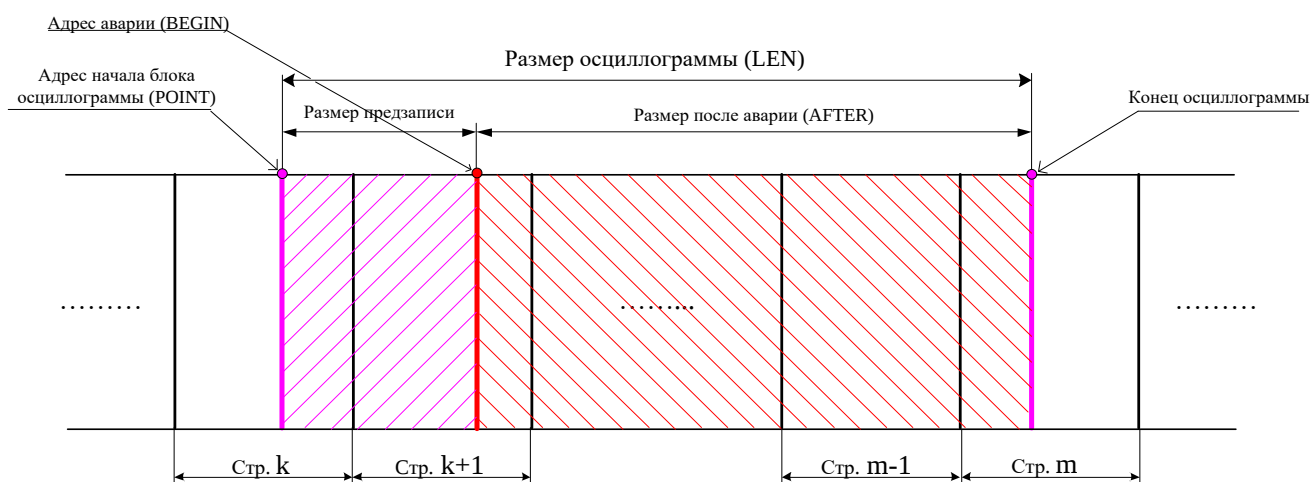
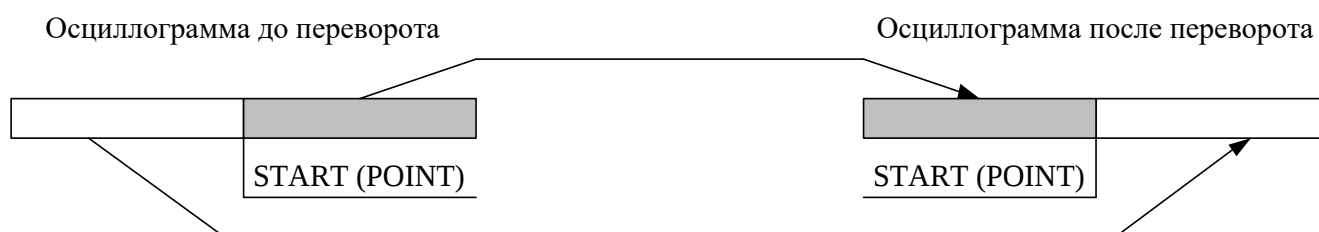

Рисунок 6.7
Рисунок 6.8
- выделить искомую осциллограмму из хранилища данных осциллограмм (рисунок 6.7) и прочесть ее содержимое (при чтении осциллограммы выполняется ее переворот – рисунок 6.8);